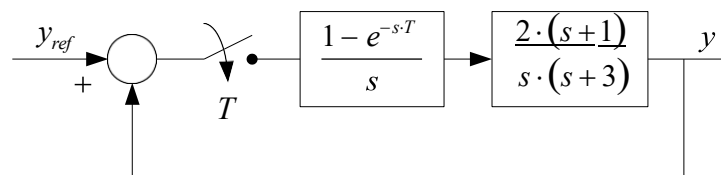

Figura 2. Schema bloc a sistemului 2.1.
1) Se consideră sistemul de reglare automată cu eșantionare având structura prezentată în figura 2.